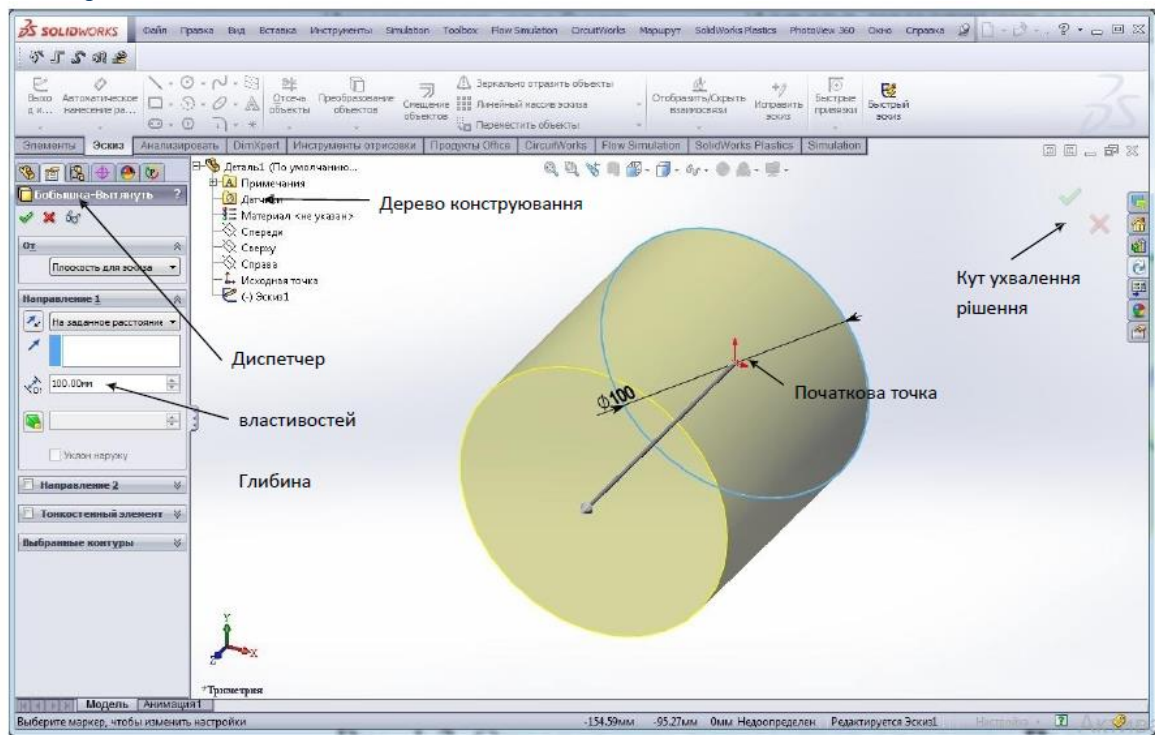

Рисунок 1.4 - Визначення параметрів елемента **Витягнути**
7. Натиснути значок **Вихід з ескизу** у вікні **Кут ухвалення рішення**, щоб завершити ескіз, водночас система автоматично запропонує вибір параметрів створюваного елемента **Витягти** у вікні **Менеджера властивостей** (ліва частина екрана), а також у графічній ділянці відобразиться попередній вигляд створюваного тривимірного елемента (рис. 1.4).
8. У розділі **Напрямок 1** вікна **Менеджера властивостей** установити параметр **Глибина** дорівнює 100 мм (рис. 1.4).